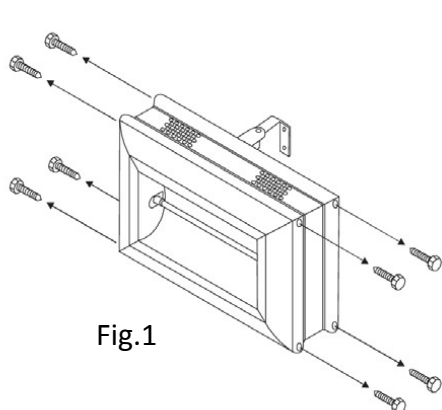

Fig.1
2. Togliere le 4 viti auto-filettanti da ogni parete laterale. (fig.1)
2. Die 4 selbstschneidenden Schrauben von den Seitenteilen entfernen. (Abb.1)
2. Extraer los 4 tornillos autoroscantes de cada pared lateral. (fig.1)